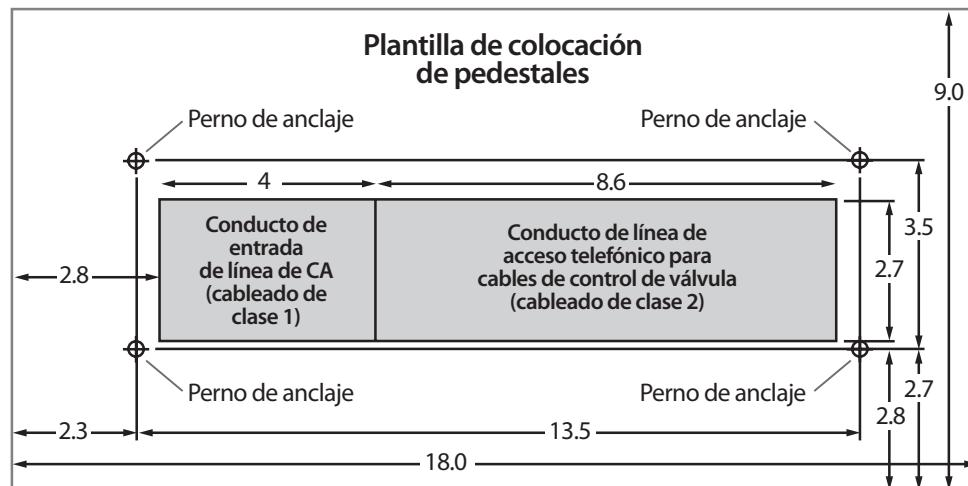

Figura 2
2. Es muy importante asegurarse de que los codos curvados estén colocados dentro de las huellas de la base del pedestal, marcadas como el área sombreada de la plantilla de colocación incluida. Los codos curvados para las conexiones de suministro de energía se deben instalar en la parte izquierda de la base y los codos para otro tipo de cableado en la parte derecha (ver Figura 2).
4. Utilizando la plantilla de colocación incluida (Figura 2) para asegurar una alineación correcta, coloque cuatro pernos de anclaje de cabeza roja (incluidos) dentro de la base de hormigón.